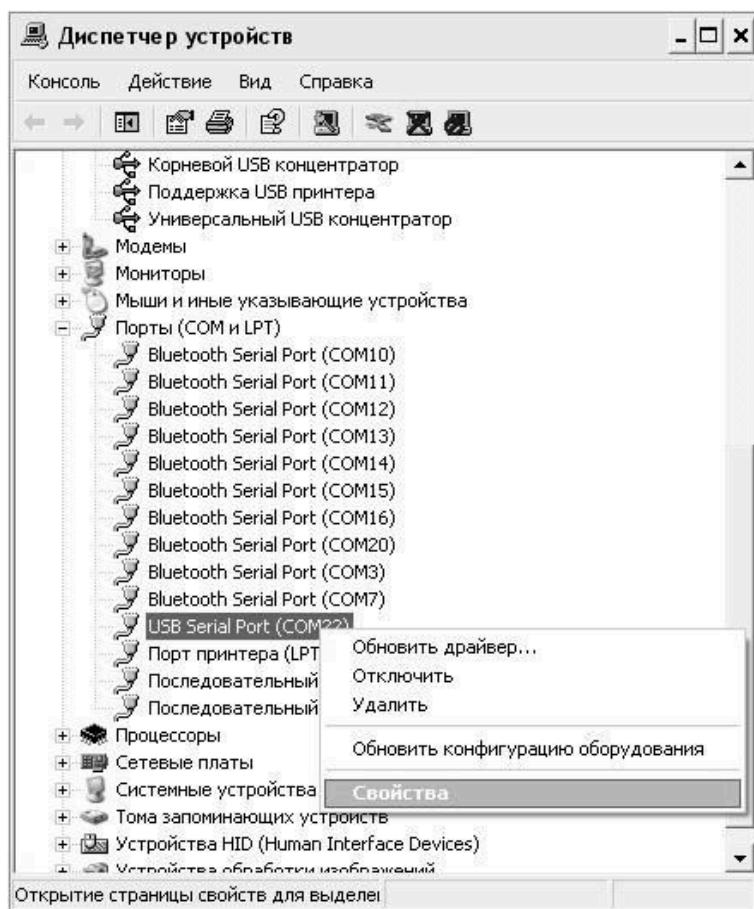
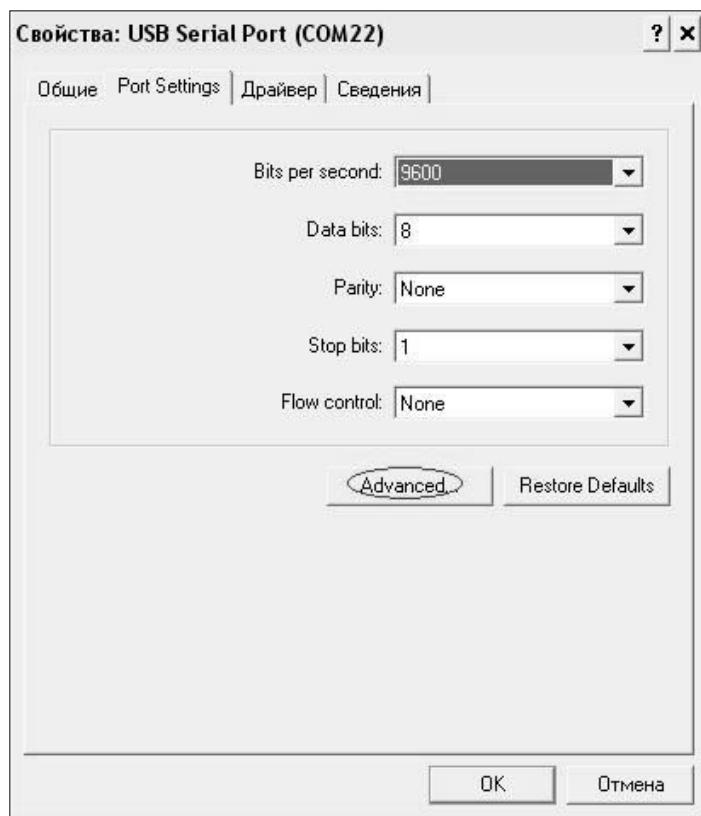
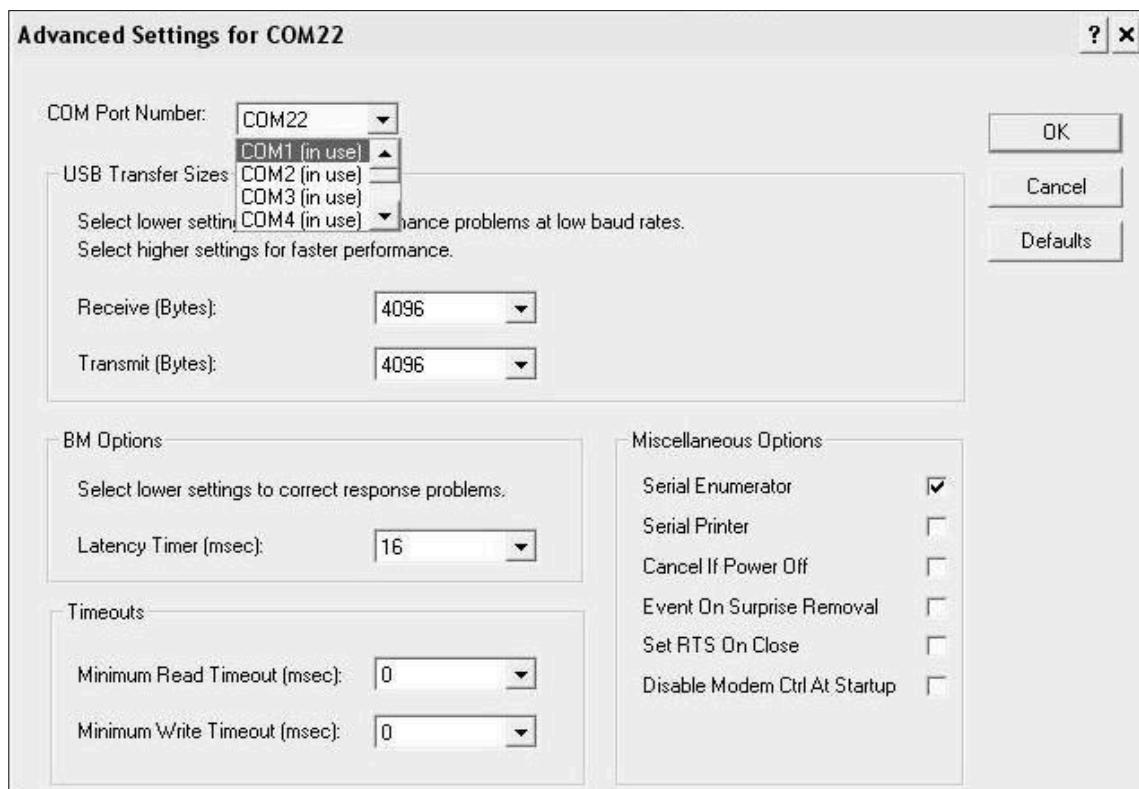

Рисунок 2.6 – Окно диспетчера устройств
Рисунок 2.7 – Окно свойств USB-порта
Рисунок 2.8 – Дополнительные настройки драйвера
- найти строку «USB Serial Port (COM№)», в скобках указан номер COM-порта, если номер в скобках «1» настройка завершена - ничего менять не нужно, если номер не «1» необходимо вызвать окно свойств «USB Serial Port (COM №)» (правой клавишей мыши щелкнуть по строке USB Serial Port (COM №) и выбрать пункт меню «Свойства») (рисунок 2.6), перейти на вкладку «Параметры Окна», нажать кнопку «Дополнительно» (рисунок 2.7) и в выпадающем списке «Номер Com-порта» выбрать «COM 1» (рисунок 2.8), нажать кнопку «OK».